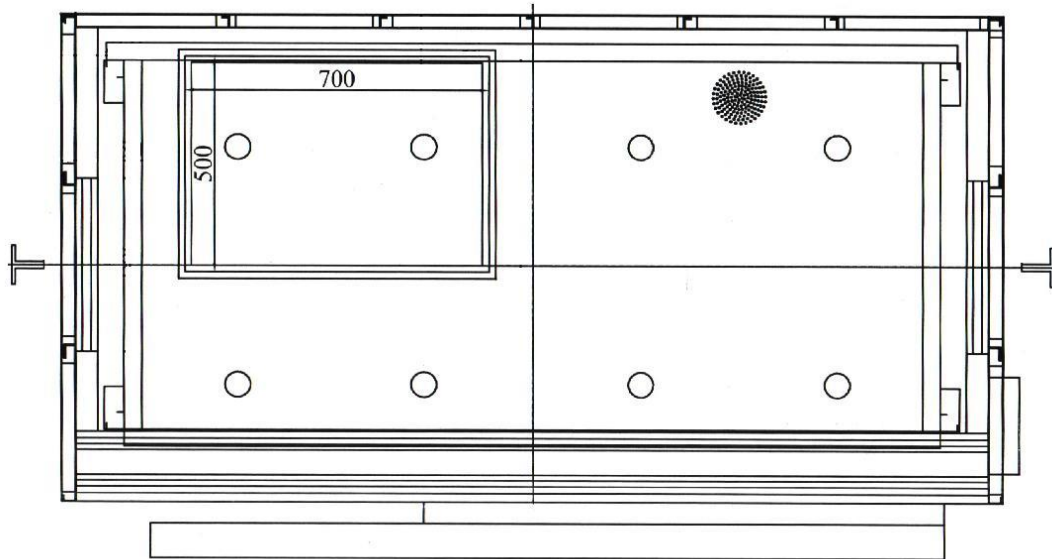
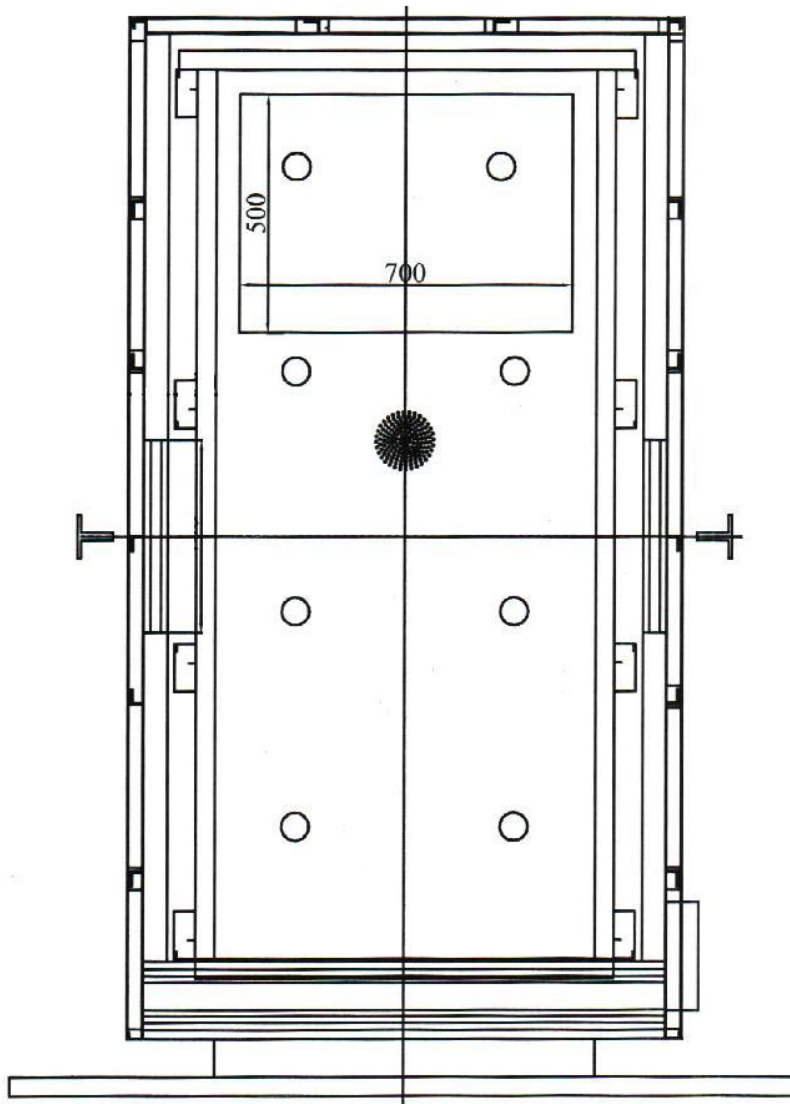

Рис.1.
Рис.2.
47.3. Все кабины для перевозки пожарных подразделений оборудованы аварийным люком размером 500x700 мм (или 400 x 500) (рис.1, рис.2) Люк открывается наружу.